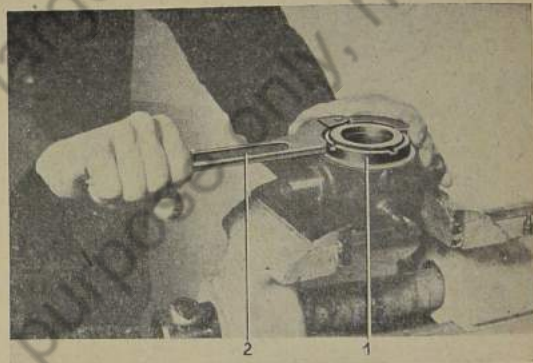

Bild 775: Verschraubung aus Lagergehäuse herausschrauben
6. Sicherungsschraube (777/17) für die Verschraubung (Nutmutter) herausdrehen und Verschraubung (777/11) mit Hakenschlüssel herausschrauben (Bild 775).